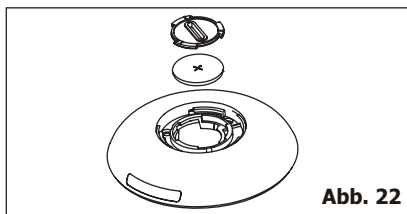

Abb. 22
- Öffnen Sie den Innendecken auf dieselbe Weise und entnehmen Sie die Batterie. (Abb. 22)